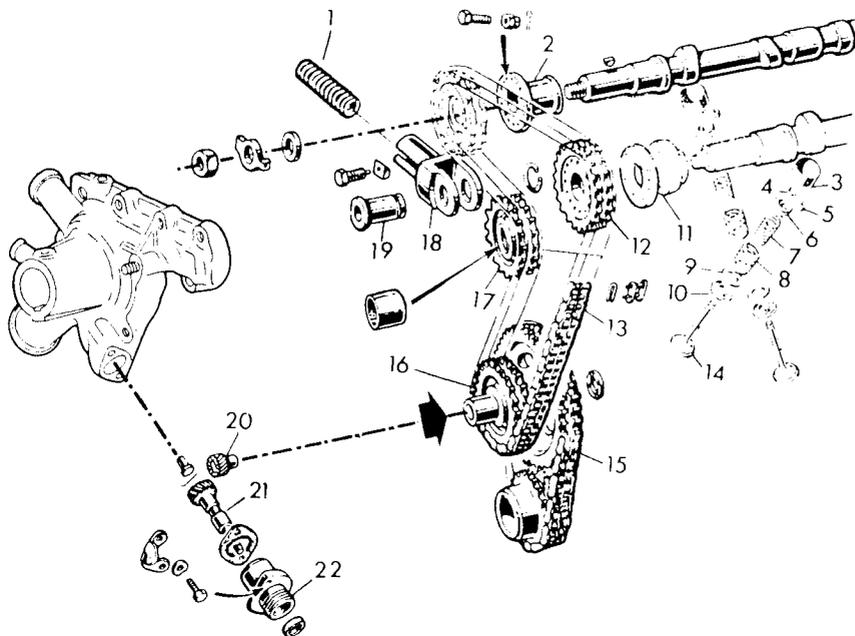

Bild 53
- Unter Bezug auf Bild 53 die untere Steuerkette zusammen mit den Kettenrädern montieren. Da-